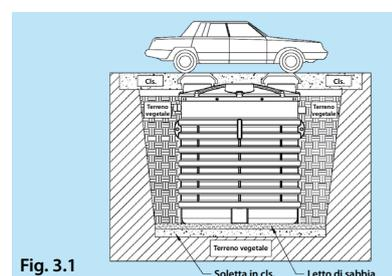

Fig. 3.1
**Fig. 3.1** - Per rendere il sito adatto per il transito veicolare leggero sarà necessario realizzare, in relazione alla portata, una idonea **soletta autoportante in cemento armato** con perimetro maggiore dello scavo del serbatoio in modo da evitare che il peso della struttura gravi sul manufatto stesso. Si consiglia di realizzare anche sul fondo una **soletta in calcestruzzo** alta 15/20 cm e stendere sopra un letto di sabbia alto 10 cm per riempire gli spazi delle corrugazioni presenti alla base della cisterna. La soletta autoportante in cemento armato e quella in calcestruzzo dovranno essere sempre dimensionate da un **professionista qualificato**. Il riempimento del serbatoio ed il rinfiango devono essere sempre effettuati in modo graduale come specificato precedentemente (Vedi par. 2.1).